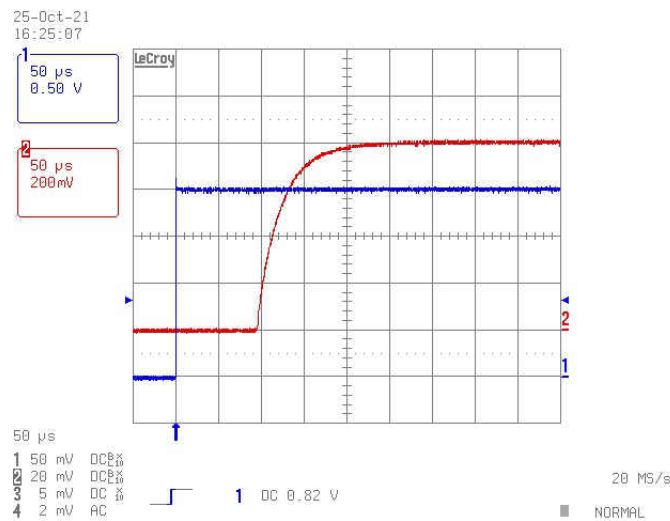

图 2-1. TPS7A14EVM-058 导通
或者，通过将外部函数发生器连接到 TP1 (EN) 和附近的 GND 接线柱 (J11)，用户可以在施加 VIN 后启用或禁用 TPS7A14 LDO。图 2-1 展示了 TPS7A14EVM-058 在导通期间的结果。蓝色迹线是使能电压，红色迹线是输出电压。